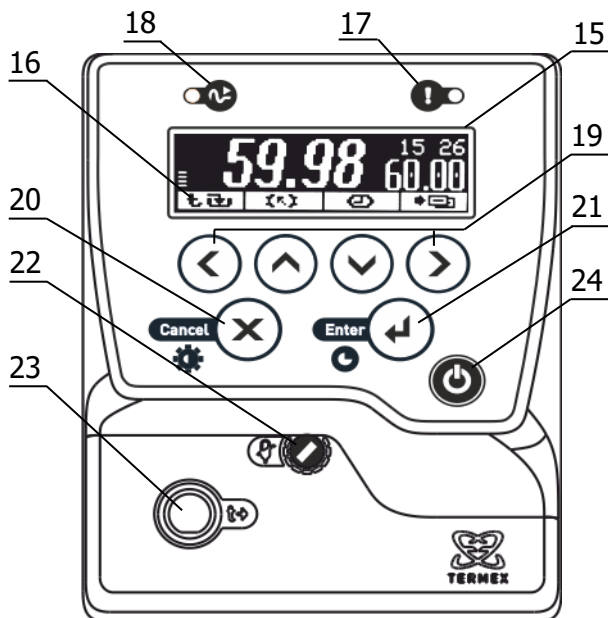

Рисунок 2 – Лицевая панель
Система безопасности блока регулирования отключает двигатель насоса и нагреватель при срабатывании хотя бы одной из защит или неисправности датчика температуры (1.2.13). При срабатывании системы безопасности раздается звуковой сигнал, загорается индикатор 17 (рисунок 2) и на дисплей 15 выводится информация о причине неисправности.
2.3.1 После подключения сетевого кабеля к электрической сети блок регулирования переходит в режим ожидания. Подключение сопровождается кратковременной подсветкой дисплея 15 (рисунок 2).
2.3.6 Для регулировки яркости подсветки или контраста дисплея нажать кнопку 20 (X), выбрать изменяемый параметр кнопками (▲) и (▼) и установить его значение кнопками (◀) и (▶). Зафиксировать изменение нажатием кнопки 21 (↔) (рисунок 2).
2.7.6 Для выбора уставки в качестве текущей кнопками (▲) и (▼) подвести к ней указатель. Значение отмеченной указателем уставки дублируется крупными цифрами в правой части дисплея. Для подтверждения выбора отмеченной уставки нажать кнопку 21 (←). Для отмены выбора нажать кнопку 20 (✕) (рисунок 2).
2.7.7 Для изменения численного значения отмеченной указателем уставки нажать кнопку (▶). На рамке, обрамляющей значение уставки в правой части дисплея, появятся «засечки», указывающие на изменяемую позицию в численном значении. Цифра в отмеченной позиции мигает. Нажатиями кнопок (▲) и (▼) установить требуемую цифру в отмеченной позиции. Если удерживать кнопку нажатой, значение уставки будет изменяться непрерывно. Нажатиями кнопок (◀) и (▶) переместить отметку изменяемой позиции. Дискретность изменения значения уставки зависит от положения изменяемой позиции: если отмечена позиция десятков, то при единичном нажатии кнопки (▲) или (▼) значение уставки изменится на 10 °С. Если отмечена позиция десятых долей, то значение уставки изменится на 0.1 °С соответственно. Закончить ввод нового значения уставки нажатием кнопки 21 (←). Для возврата к значению уставки до ее изменения нажать кнопку 20 (✕) (рисунок 2).
2.8.3 При срабатывании защиты раздается звуковой сигнал и загорается красный индикатор срабатывания системы безопасности 17 (рисунок 2). Работа насоса и нагревателя будет блокирована. На дисплее отобразится текущее состояние системы защит.